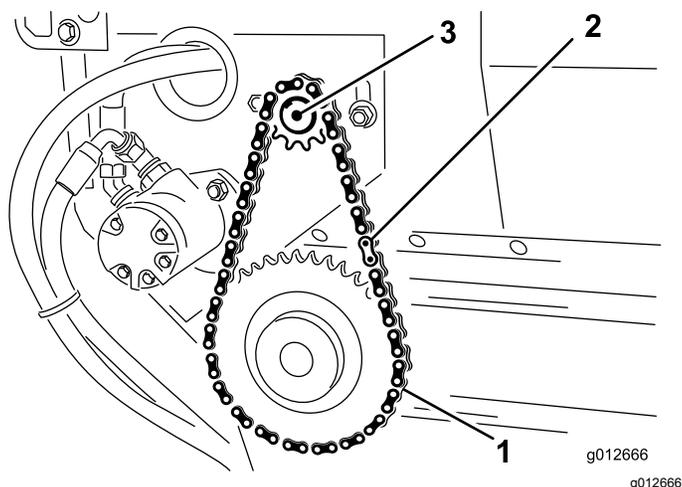

**Рисунок 22**
1. Снимите крышку цепи (**Рисунок 22**).